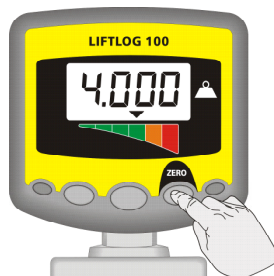

Bild 13b
6. Halten Sie die innere rechte Taste für 10 Sekunden gedrückt, während Sie das Instrument einschalten. Sie gelangen zum Kalibriermodus (Abb. 13b). Der Kalibrierfaktor erscheint auf Kanal 1.